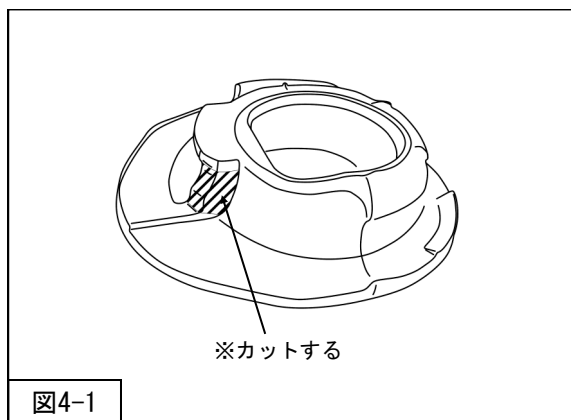

図4-1
- 1. ロアマウンティングラバーの斜線部分をカットしてください。(図4-1)